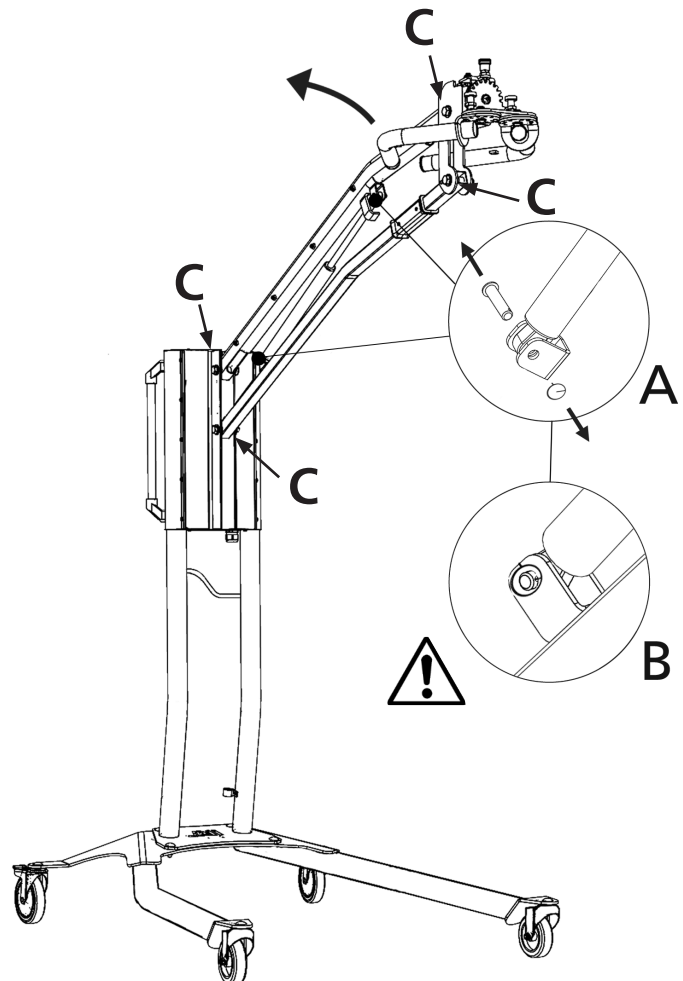

Bild 2
Om torken inte stannar i den högsta eller lägsta positionen utan faller eller höjs av sig själv, dra åt de 4 bultarna som indikeras med bokstaven "C" i bild 2. Om armen inte stannar kvar i önskat läge eller om den är för tung att justera, måste gastrycksfjädern bytas ut.
2. Placera parallellarmen i den mest upprätta positionen. (bild 2)
4. Ta bort låsringarna och de två stiften. Flytta gasfjäders en aning uppåt/framåt och ta sedan bort den. (bild 2)